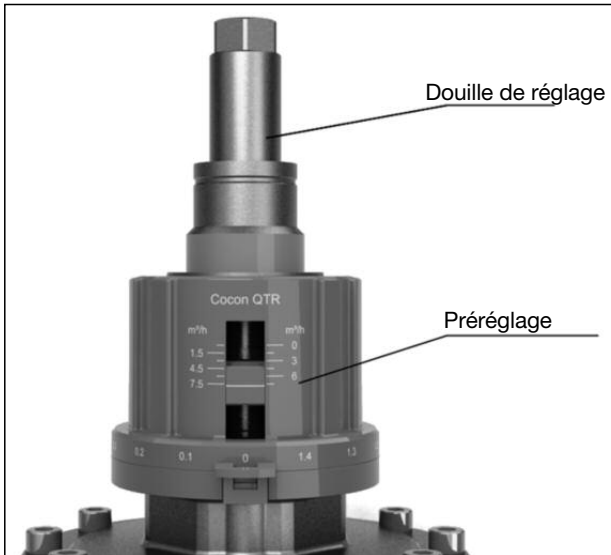

Fig. 2 Douille de réglage
**⚠ Les signalements de danger sous fig. 2 (consignes de sécurité) sont à respecter!**